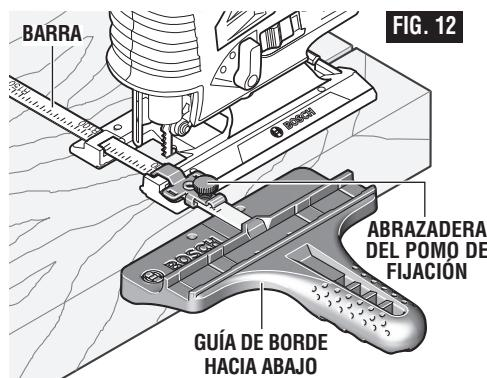

FIG. 12
- La superficie del tope-guía de la guía se debe posicionar A LO LARGO de la pieza de trabajo (Fig. 12)